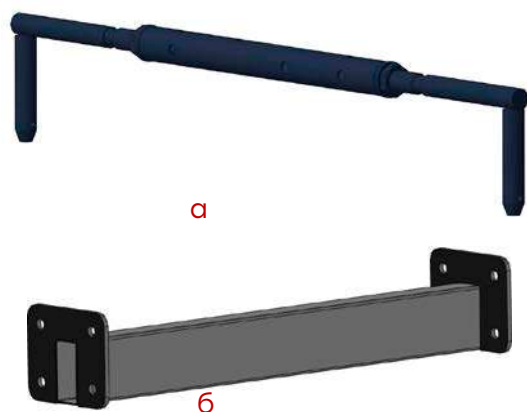

Рис. 1.12 – Распорка Универсал Premium: регулируемая (а), нерегулируемая нижняя (б)
**Распорка** – это деталь, придающая дополнительную поперечную жёсткость. Распорка вставляется между стойками или пятками (рис. 1.12а и 1.13) или располагается по низу между подрамниками (рис. 1.12б).